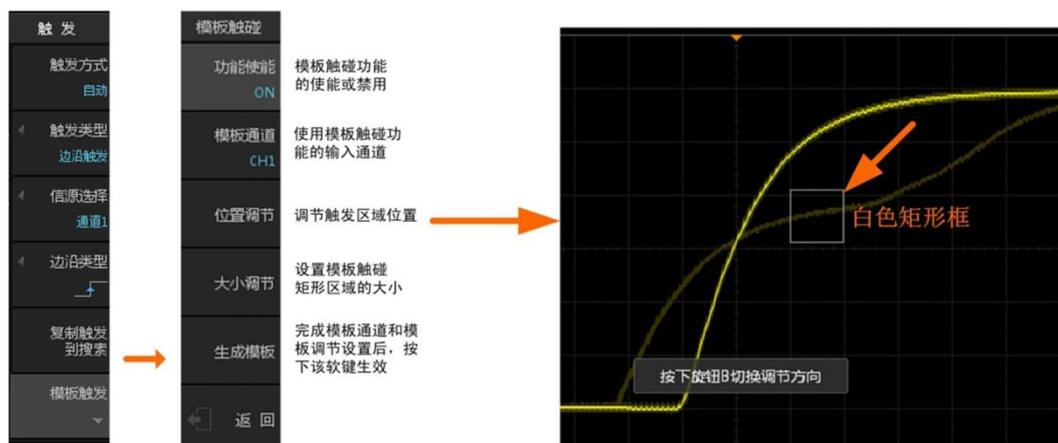

图 10.11 模板触碰功能菜单
某些信号出现频率低，无法观察其特征，难以通过标准触发将信号触发出来的情况下，模板触碰对特殊信号的触发提供了便利。模板触碰功能菜单如图 10.11 所示。
- 3、点击【Trigger】进入触发菜单，点击菜单右侧相应软键【模板触发】，设置【模板使能】为“ON”，如图 10.11 所示，屏幕上出现一个白色矩形框；